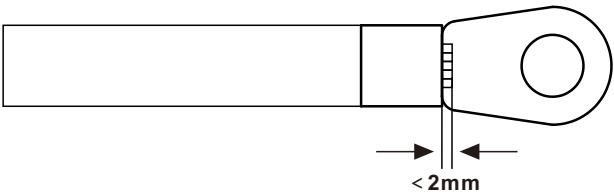

图5.8 线缆压接
- 4. 将剥去绝缘层的线芯穿入OT 端子的导体压接区内，并用液压钳压紧（如图5.8）。